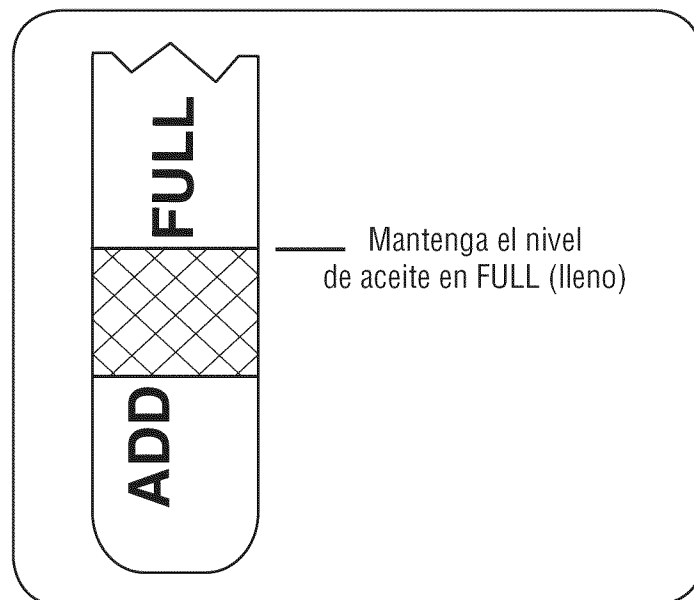

Figura 11
4. Desenrosque y retire el tapón de llenado de aceite del tubo de llenado de aceite. Fíjese en el nivel de aceite. Si la lectura en la varilla del nivel de aceite está por debajo de la marca "ADD" (agregue), agregue aceite lentamente hasta alcanzar el nivel "FULL" (lleno). Vea la Figura 11.